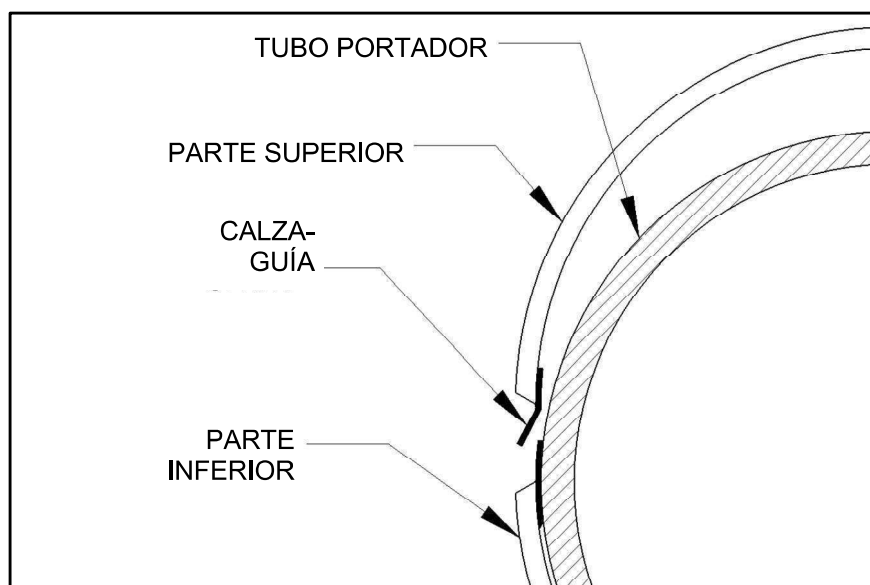

Figura 6
6. Guíe la mitad superior sobre el tubo y alrededor de las tiras de respaldo. Las calzas-guía, como se muestra en la Figura 6, u otras herramientas como destornilladores o patas de cabra, pueden ayudar a guiar la mitad superior sobre las tiras de respaldo.